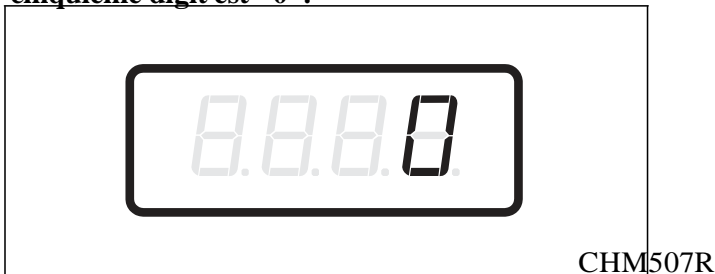

Figure 21
2. Lorsque "SA13" s'affiche, appuyer sur la touche DEMARRAGE (Enter). Le Prix de vente #3 de la vente spéciale A comprend cinq digits. Le cinquième digit s'affiche et clignote par intervalles d'une seconde. Se référer à la *Figure 21*.